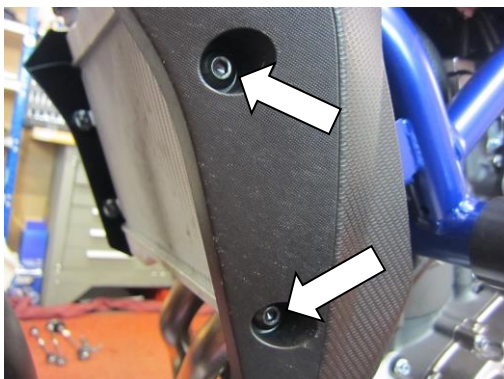

ABBILDUNG 1
- Entfernen Sie die zwei Schrauben, die in Abbildung 1 markiert sind und entfernen Sie die Seitenverkleidung an der linken Seite des Motorrads.